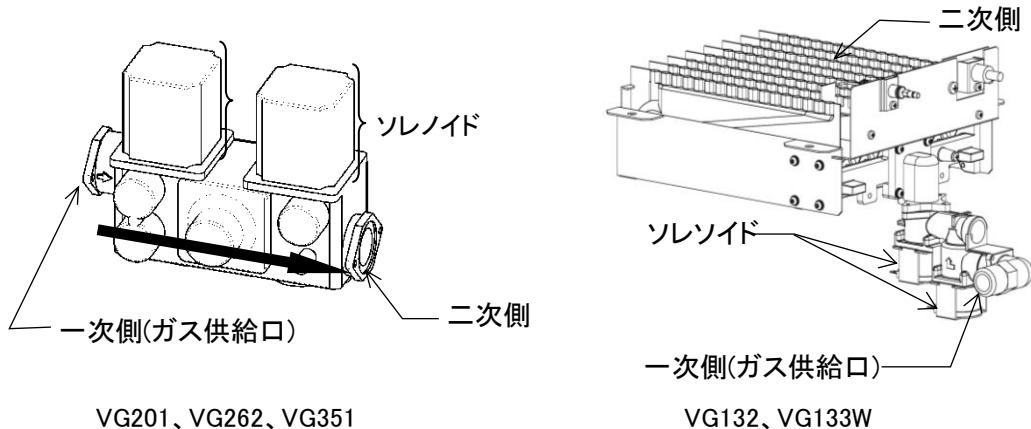

図 9-6
9.3.4 ガス電磁弁(図 9-6)
- 炎が正常な状態であることを確認します。(図 9-6)